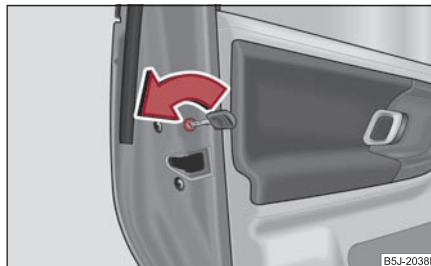

Fig. 35 Siguranța de la ușile din spate pentru copii
- Rotiți cu cheia de contact fanta din ușile din spate în sensul săgeții ⇒ fig. 35.